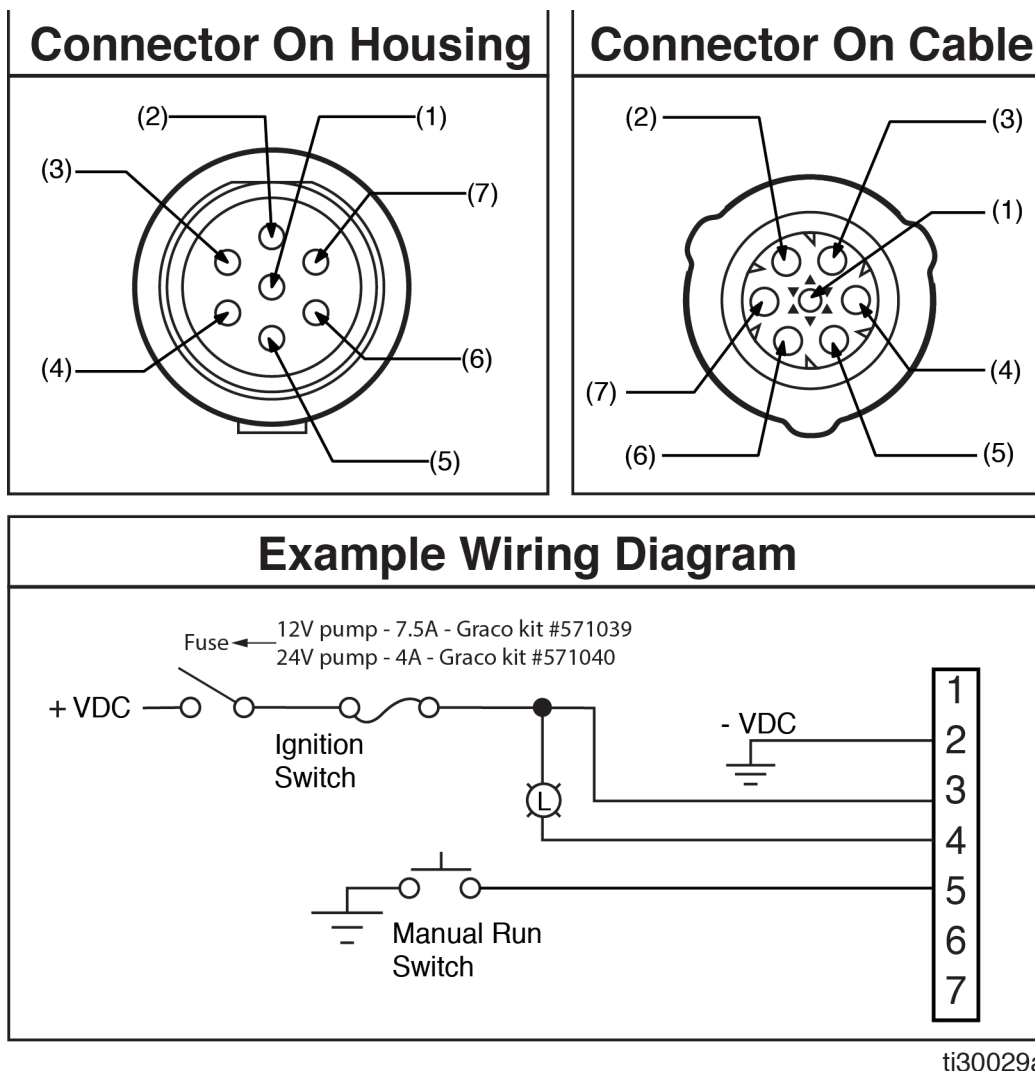

Рис. 5
- См. схему расположения контактов на Рис. 5 для корректного расположения в соединителе.
### Цвет контакта и соответствующего провода (Рис. 5, стр 15)